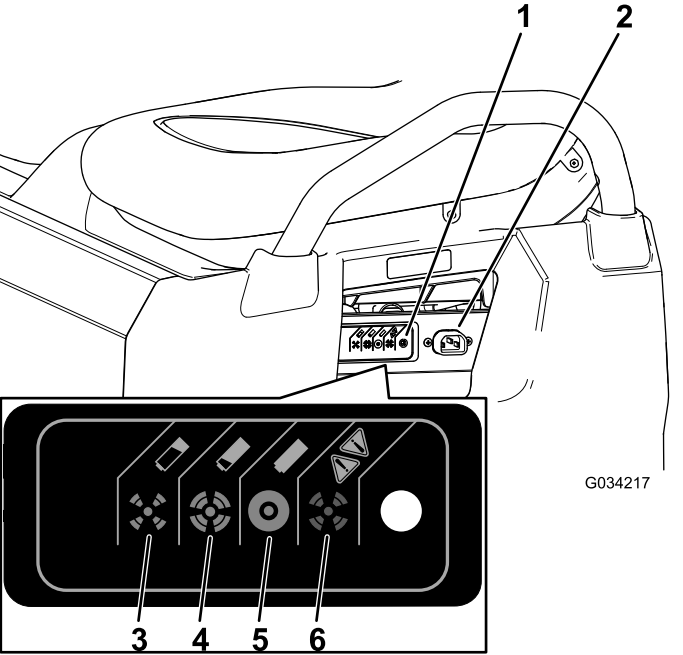

Figura 38
- Conecte un cable de cargador **de calibre 16 (o de diámetro superior), de 2,5 m o más corto** al conector de carga de la máquina (Figura 38).
Consulte la siguiente tabla y Figura 38 para conocer el significado de los colores cambiantes del indicador de estado del cargador.